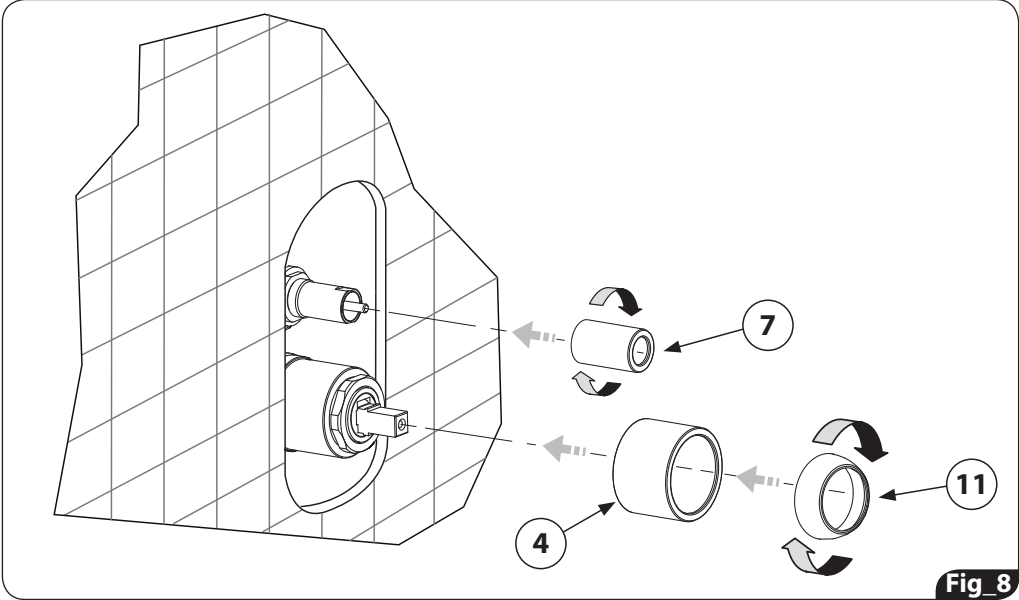

Fig 8
10. Inserire canotto per miscelatore (4), avvitare il coprihiera (11) ed il canotto per deviatore (7). (Fig.8)
10. Insert the mixer bush (4), screw the cover ferrule (11) and the diverter bush (7). (Fig. 8)
10. *die Mischerbuchse (4) einsetzen, die Abdeckhülse (11) schrauben und die Umstellerbuchse (7) fest. (Abb. 8)*
10. Insertar el casquillo del mezclador (4), atornillar el anillo de cobertura (11) y el casquillo del desviador (7). (Fig.8)